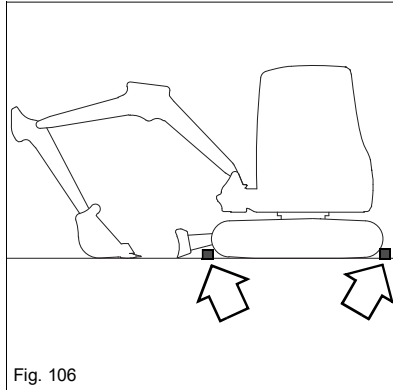

Fig. 106
9. Dotare le catene del meccanismo di traslazione di protezioni adeguate (p.e. ceppi, zeppe) come in Fig. 106.